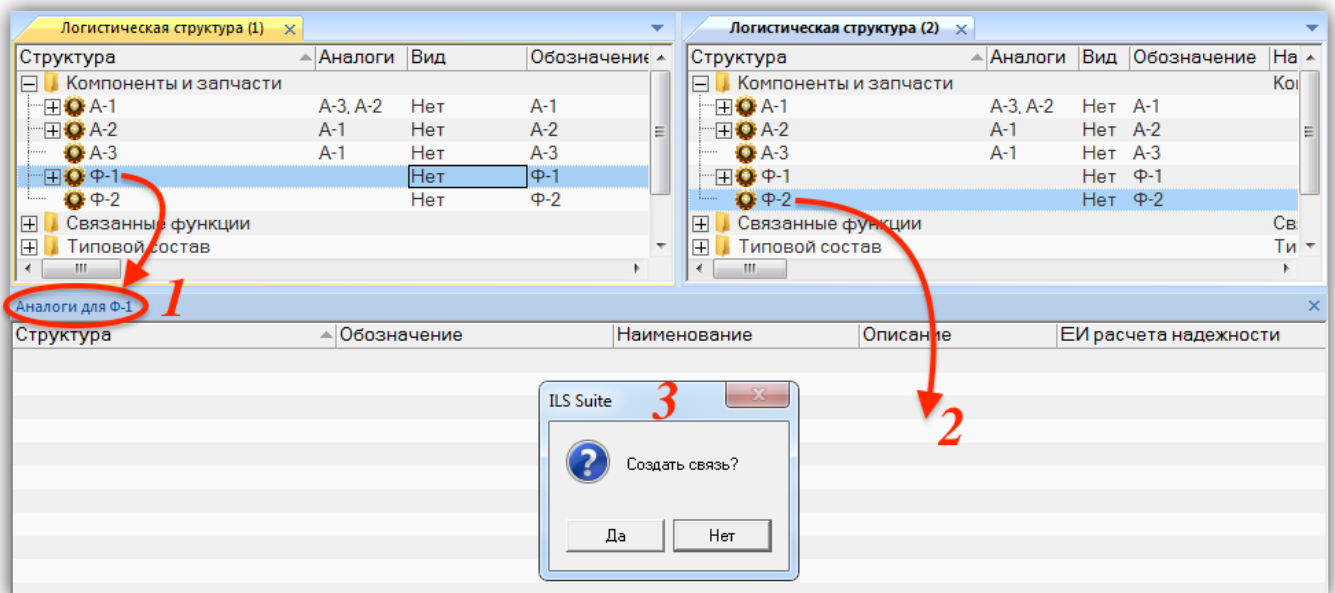

Рис. 10-48 – Создание связи между компонентами-аналогами с помощью окна связанных объектов
4) В окно связанных объектов «Аналоги» (1 на рис. 10-48) с помощью мыши переместить из справочника компонент, который назначается аналогом для исходного компонента (2 на рис. 10-48).
5) В открывшемся диалоговом окне подтвердить создание связи (3 на рис. 10-48).